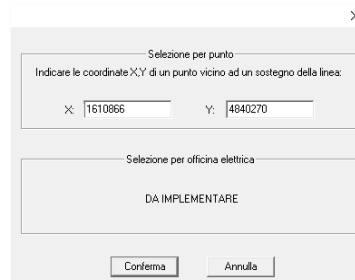

Fig. 13 - Selezione di sostegni da archivio in base alle coordinate.
- Sostegni da archivio: si importano i sostegni prossimi (ossia contenuti nella vista centrata attorno) ad un punto di coordinate date (Fig. 13).
1. Sostegni da archivio: se non è selezionato nessun sostegno, si apre una finestra in cui indicare le coordinate X e Y di un punto vicino ad un sostegno della linea (v. Fig. 13). Se lo si preme dopo aver selezionato un sostegno dall’elenco, vengono caricati quelli nelle sue vicinanze. Se lo si preme dopo aver selezionato un sostegno troppo distante (o avendo indicato coordinate di un punto troppo lontano) dagli altri sostegni in archivio compare l’avviso ‘-ERR Nessun sostegno trovato’.